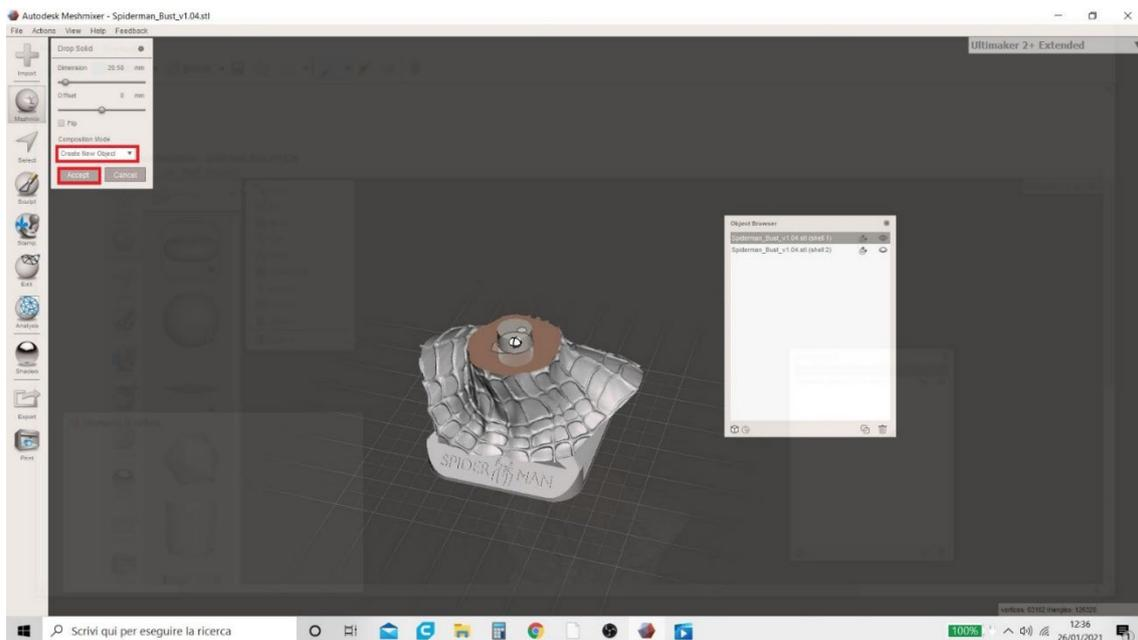

Figura 10 Meshmixer
3. Después de escalar y posicionar el pivote, el usuario debe elegir "Crear nuevo objeto" en el menú emergente "Modo de composición" (Figura 10 Meshmixer).